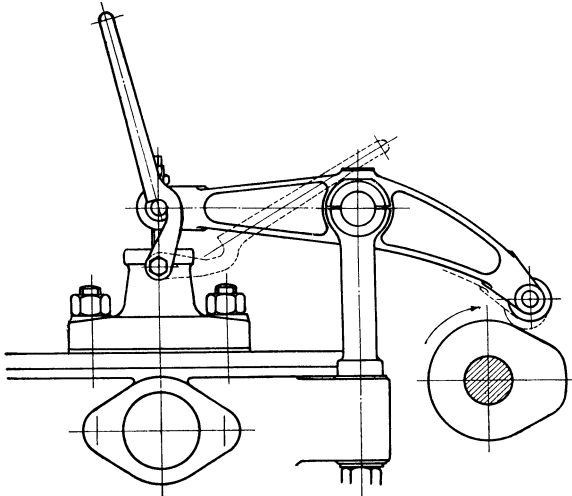

Fig. 40.
c. Der Entlüftungs-Schalthebel ist auszuschalten (Fig. 40), da sonst die Luft, ohne Arbeit zu verrichten, entweicht. Anstatt eines derartigen Hebels kann auch das betr. Ventil exzentrisch beweglich gelagert sein; dann muß natürlich der Exzenter in Anlaßstellung gebracht werden.